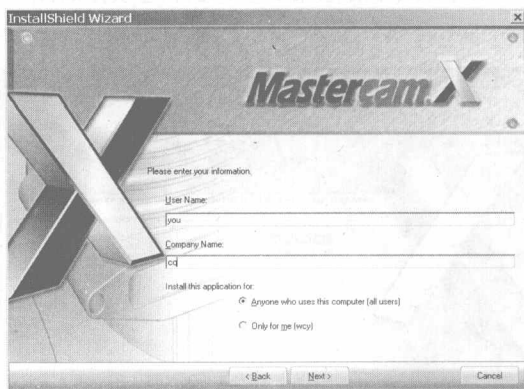

图 1.4 InstallShield Wizard 对话框第 2 步
(3) 打开 InstallShield Wizard 对话框第 2 步(用户信息), 在对话框的文本框中输入名字和公司名, 如图 1.4 所示, 单击 Next 按钮, 进入下一步。